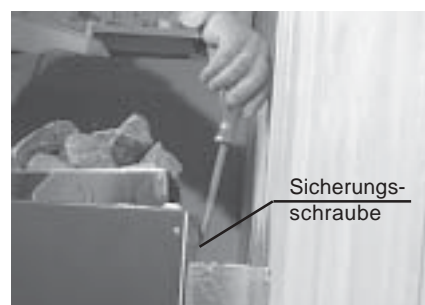

Abb. 13
5. Das Saunaheizergerät mittels Blechschraube durch die am hinteren Ofenrand befindliche Bohrung an der Wandhalterung sichern (Abb. 13).